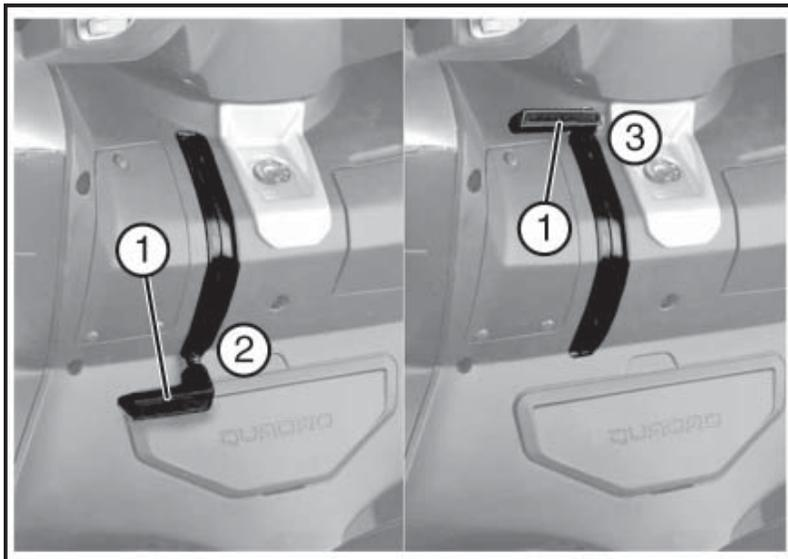

Fig. 02
4.14 LEVIER DE STATIONNEMENT (Fig. 02)